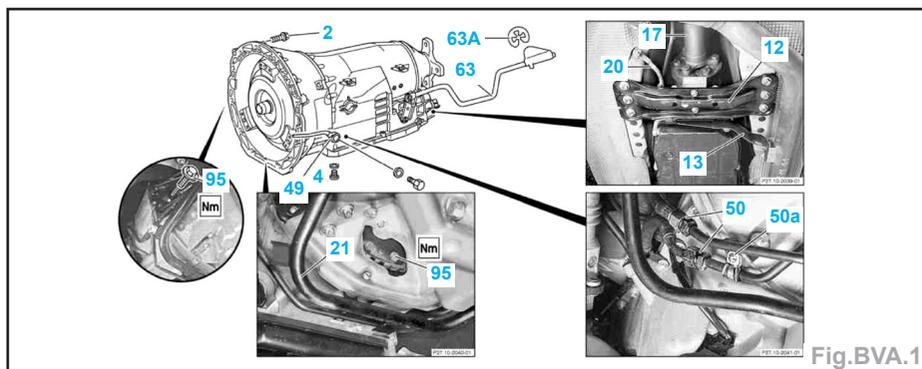

Fig.BVA.1
- Déposer la traverse arrière support de moteur (12) ensemble avec les silent-blocs (Fig.BVA.1).